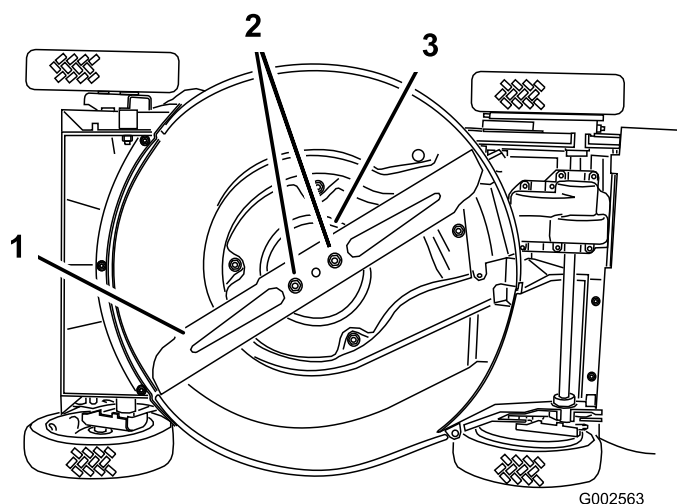

Figure 28
4. Basculez la tondeuse sur le côté **droit** (Figure 28).
Tenez la lame à son extrémité avec un chiffon ou un gant épais. Retirez les écrous de la lame, la coupelle de protection et la lame (Figure 28).
5. Retirez les 2 écrous de la lame, la coupelle de protection et la lame (Figure 28).